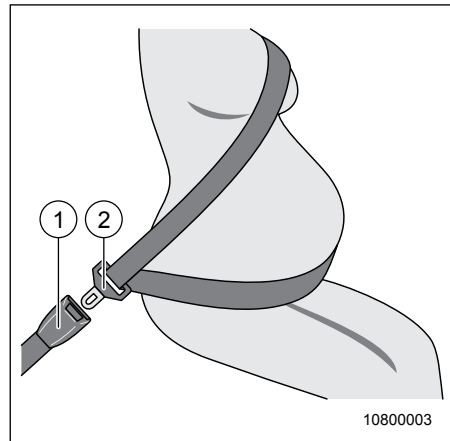

Fig. 13 Boucler la ceinture de sécurité
1. Tirer la ceinture de sécurité hors du dispositif d'enroulement en la tenant au verrou plat (Fig. 13, Pos. 2) et la passer par-dessus vos épaules.
4. Introduire le verrou plat (Fig. 13, Pos. 2) jusqu'à ce qu'il s'enclenche de manière audible dans le dispositif de positionnement (Fig. 13, Pos. 1)